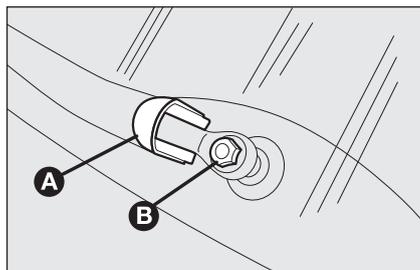

fig. 17
- levante la protección **A**-fig. 17 y desmonte el brazo del coche, aflojando la tuerca **B** que lo fija al perno de rotación;